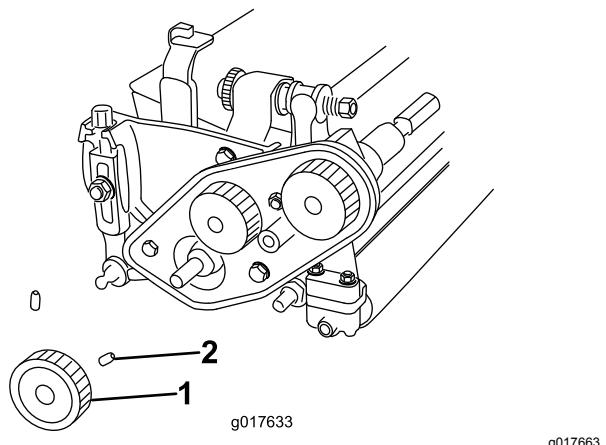

Figura 5
3. Rimuovete le 2 viti di arresto che fissano la puleggia inferiore e rimuovete la puleggia dall'albero del cilindro (Figura 5).
- B. Installate la puleggia inferiore sull'albero di trasmissione a cilindri, fissandola con 2 viti di arresto sulla chiave dell'albero (Figura 5).